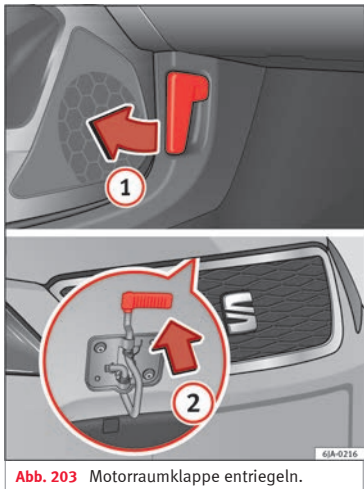

Abb. 203 Motorraumklappe entriegeln.
- Ziehen Sie den Hebel **1** » Abb. 203 unter der Instrumententafel in Pfeilrichtung.
- Ziehen Sie den Sicherungshebel in Pfeilrichtung **2** » Abb. 203. Die Motorraumklappe wird entriegelt.